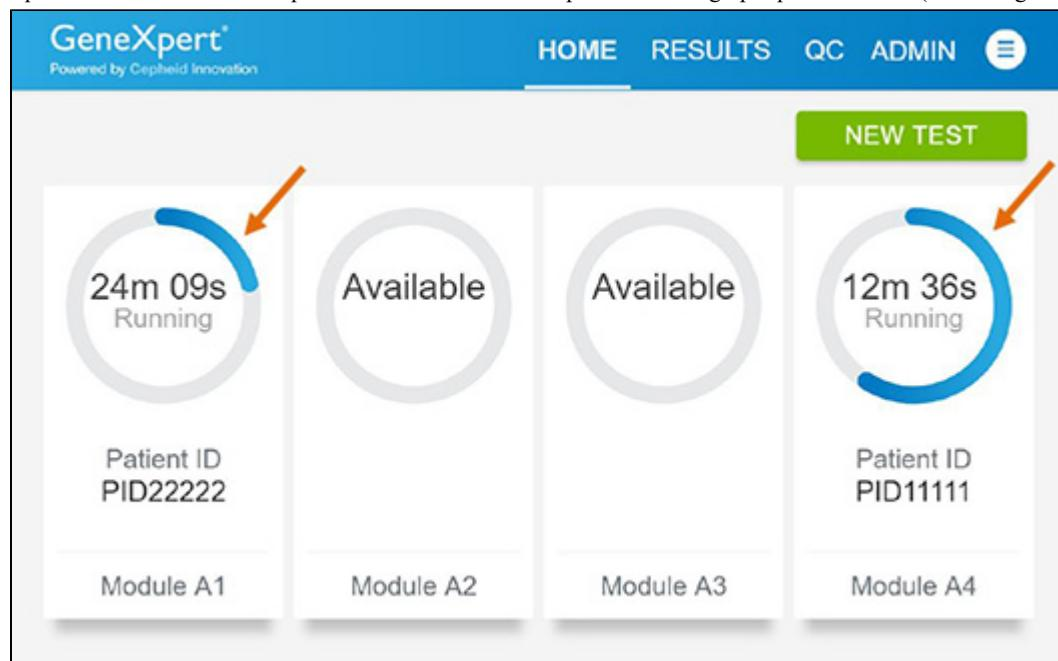

Figure 30. Écran d'accueil montrant deux tests en cours
- Le statut des deux tests apparaît. L'écran **Accueil (Home)** affiche le(s) module(s) utilisé(s) avec un indicateur graphique circulaire autour de chaque test et l'identification du patient sous le graphique du module (voir la Figure 30).